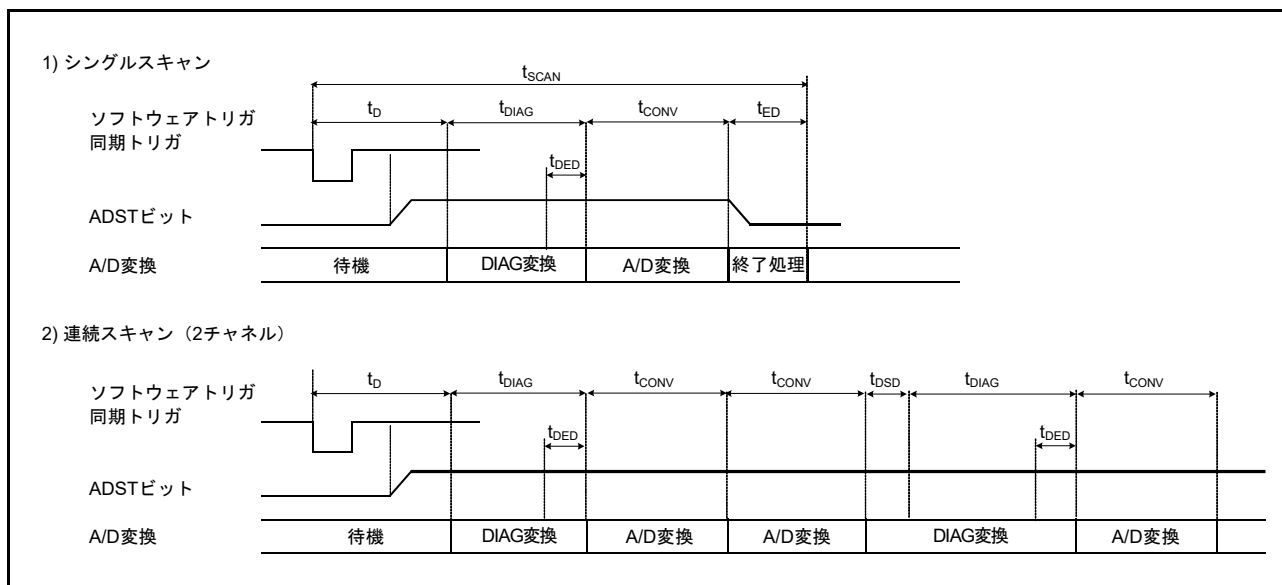
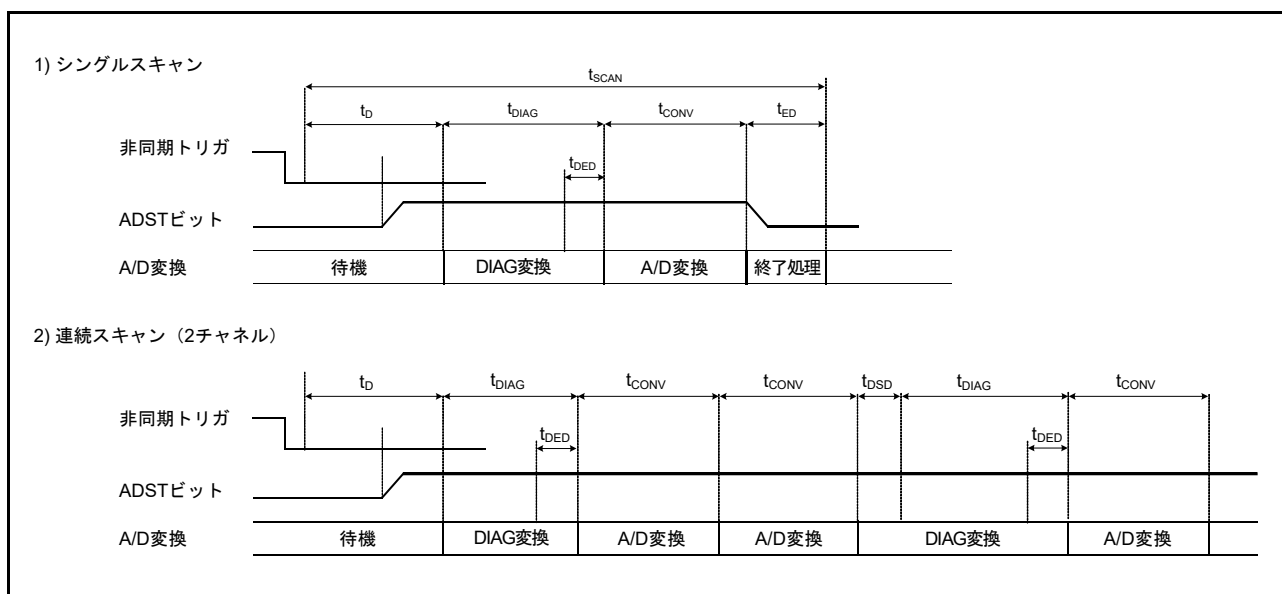

図 34.24 スキャン変換のタイミング (ソフトウェア起動、同期トリガ入力 (ELC) 起動の場合)
図 34.25 スキャン変換のタイミング (非同期トリガ入力 (ADTRG0) 起動の場合)
図 34.24 に、ソフトウェアトリガまたは同期トリガ (ELC) 起動によりスキャン変換を行う場合のタイミングを示します。また、図 34.25 に、非同期トリガ (ADTRG0) 起動によるスキャン変換を行う場合のタイミングを示します。スキャン変換時間 (t_{SCAN}) はスキャン変換開始遅延時間 (t_D)、断線検出アシスト処理時間 (t_{DIS}) (注 1)、自己診断変換時間 (t_{DIAG} および t_{DSD}) (注 2)、A/D 変換処理時間 (t_{CONV})、スキャン変換終了遅延時間 (t_{ED}) を含めた時間となります。
- 注 1. t_D、t_{SPLSH}、t_{DIAG}、t_{CONV}、t_{ED} の各タイミングについては、図 34.24、図 34.25 を参照してください。